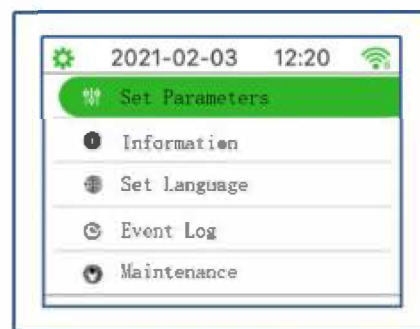

рис. 1
1) После запуска контроллера нажмите кнопку  для входа в меню, как показано на рис. 1;